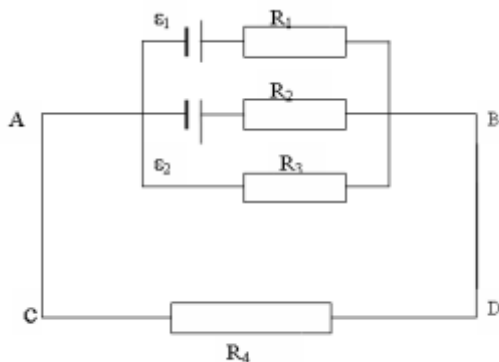

рис.16
71. Определить силу токов на всех участках электрической цепи (рис.16), если $\varepsilon_1=10\text{В}$, $\varepsilon_2=12\text{В}$, $R_1=2\text{ Ом}$, $R_2=2\text{ Ом}$, $R_3=8\text{ Ом}$, $R_4=4\text{ Ом}$. Внутренними сопротивлениями источников тока пренебречь.